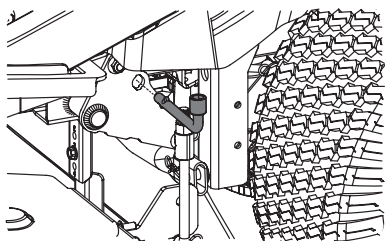

Figura 48
- Utilice el pedal de elevación de la plataforma y la perilla de elevación de la plataforma para colocar la plataforma en su posición más baja y utilice la herramienta para usos múltiples para trabar los componentes de elevación de la plataforma en su lugar. Junto a la rueda trasera del lado izquierdo del tractor hay un par de orificios de alineación (uno sobre el bastidor y uno sobre el brazo de elevación de la plataforma) como se muestra en la Figura 48. Verifique que la herramienta está correctamente insertada en su totalidad, trabando el brazo de elevación de la plataforma en el bastidor.